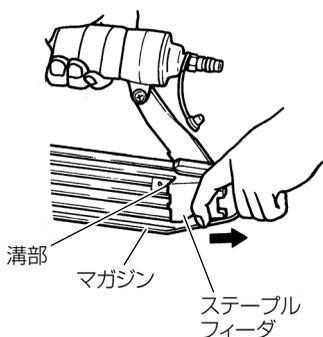

図 5
- ステープルフィーダを後方に引いて、マガジンの溝部に確実に引っ掛けます。(図5)